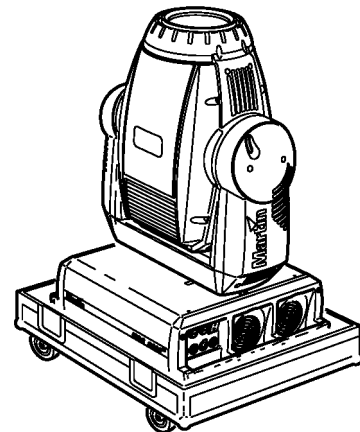

Figure 2 : fly case unitaire
- 2 Verrouillez la tête et la lyre dans la position illustrée figure 2.